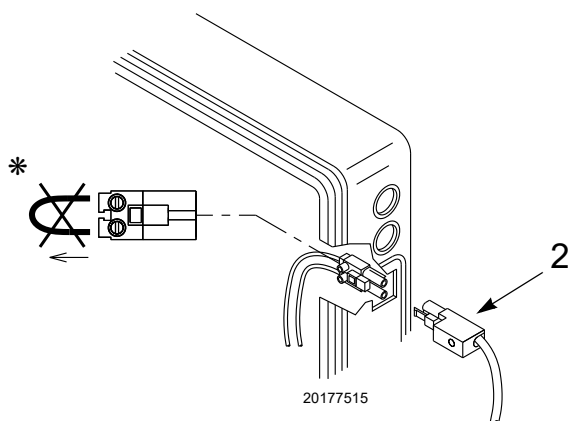

Fig. 2
- Introduzca el conector macho de 2 contactos desde el exterior del quemador 2)(Fig. 2).
* Para el kit código 20175404, quite el puente de alambre de la toma XP2 como se indica la Fig. 2 y en las conexiones eléctricas del manual del quemador.